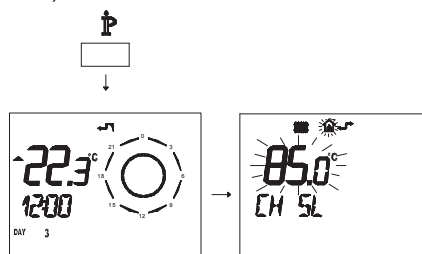

Рисунок 5.69
- Нажмите и удерживайте 3 секунды кнопку P, чтобы войти в режим INFO (Рисунок 5.69).